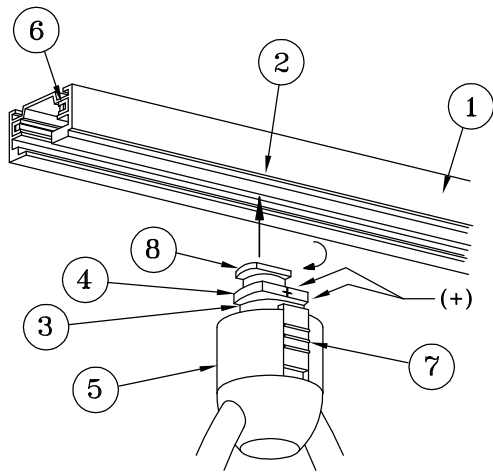

FIGURE 1
1.- Note that one side of Track (1) has a Polarity Notch (2). Position the Mounting Head (3) with Support Wings (4) parallel to the Track (1). Plus (+) sign located on the Mounting Head (3) and Lock-up Collar (5) must be aligned with the Polarity Notch located on the Track (See Fig.1).
2.- Push the Mounting Head (3) firmly up into the Track (1). Pull Tab (7) down, located on Lock-up Collar (5), and turn 90° Clockwise to engage the Conductors (8) with Track Conductors (6) to secure in place. (See Fig.1 and 2)
1. - Observe que un lado de la pista (1) tiene una muesca de la polaridad (2). Coloque la cabeza del montaje (3) con paralelo de las alas de la ayuda (4) a la pista (1). (+) la muestra más situada en la cabeza del montaje (3) y el collar de la cárcel (5) se debe alinear con la muesca de la polaridad situada en la pista (véase Fig.1).
2. - Empuje la cabeza del montaje (3) firmemente para arriba en la pista (1). Tire hacia abajo la lengüeta (7), localizado en el collar de la cárcel (5), y dé vuelta al 90° a la derecha para contratar los conductores (8) con los conductores de la pista (6) asegurar en lugar. (véase Fig.1 y 2)
1. - Notez qu'un côté de voie (1) a une entaille de polarité (2). Placez la tête de support (3) avec le parallèle des ailes de soutien (4) à la voie (1). (+) le signe positif situé sur la tête de support (3) et le collier de blocage (5) doit être aligné avec l'entaille de polarité située sur la voie (voir le Fig.1).
2. - Poussez la tête de support (3) fermement vers le haut dans la voie (1). Abaissez l'étiquette (7), placé sur le collier de blocage (5), et tournez 90° dans le sens des aiguilles d'une montre pour engager les conducteurs (8) avec des conducteurs de voie (6) fixer en place. (voyez Fig.1 et 2)